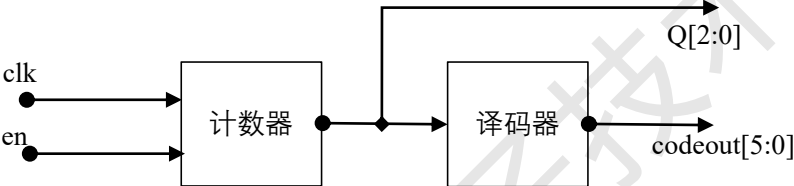

图 1 顶层电路框图
1. 用 Verilog HDL 以层次化的设计方法，结合实验 1 的译码器电路（需修改部分代码），使用下文计数器模块代码“Code-1 7 进制计数器”，将计数器输出 Q 与译码器输入 x(codein)相连，译码器输出 codeout 锁定到实验箱的 LED 上，设计一个彩灯控制器。LED 在控制电路的驱动下，按图 2 所示规律点亮/熄灭（●表示亮灯，○表示灭灯）。对整体电路进行仿真，应当能够看到 en 为高电平时计数器的输出值自动增加，相应地译码器的输出随时间 t 变化依次改变，并循环。图 1 为顶层电路框图。